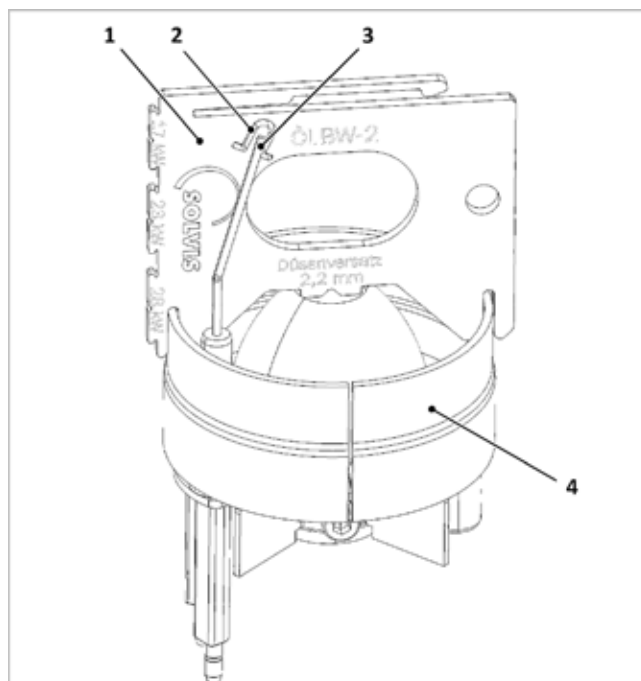

Fig. 144: Comprobación de los electrodos de encendido
- Revise la distancia de los electrodos (3) tal y como se muestra en la → fig. 144 y, en caso necesario, corrija la doblandolos.
- Revise la longitud mínima. El extremo inferior de la ventana de control (2) del calibre establece la longitud mínima de los electrodos de encendido. Si se supera solo ligeramente esta longitud, deberá sustituirlos.